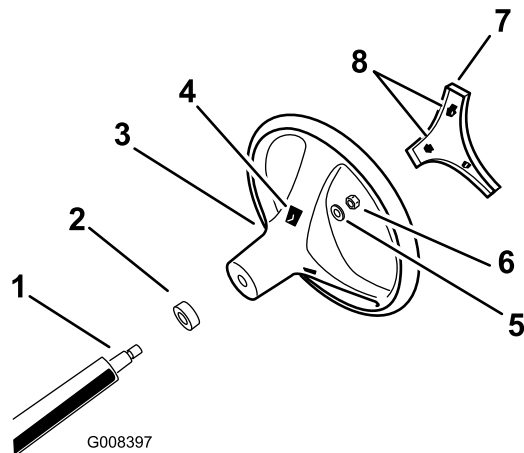

Figure 3
- En passant par les ouvertures à l'arrière du volant, dégagez les languettes de verrouillage du couvre-moyeu et déposez le couvre-moyeu du volant (Figure 3).
- Retirez le contre-écrou et la rondelle de l'arbre de direction (Figure 3).
- Alignez le volant sur les cannelures de l'arbre de direction (Figure 3).
- Montez la rondelle et le contre-écrou sur l'arbre de direction (Figure 3).
6. Alignez les languettes de verrouillage du couvre-moyeu sur les ouvertures dans le volant et enfoncez le couvre-moyeu jusqu'à ce que les languettes s'enclenchent en place (Figure 3).